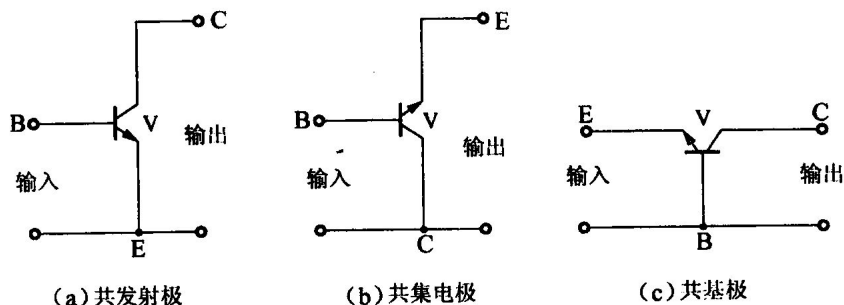

图 2-2
(2) 三极管的 3 种基本连接方式。三极管的基本功能就是能对微小信号起放大作用,由于它有 3 个电极,因而在放大电路中有 3 种连接方式(或称为三种组态),即共发射极、共集电极和共基极,如图 2-2 所示。